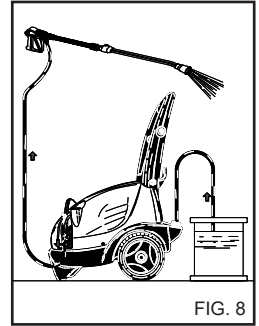

FIG. 8
Bed forhandleren om kataloget over de rengøringsmidler som kan anvendes afhængig af arten af det pågældende vaskearbejde og den overfladetype der skal behandles. Efter brug af rengøringsmiddel, skal rengøringsmiddelindtaget skylles ud med rent vand. (Fig. 8).
- 1) Efter brug sammen med rengøringsmidlet skal højtryksvandsystemet skylles omhyggeligt: Lad pumpen være aktiveret i 1 minut, mens doseringshanen er fuldstændigt lukket. (fig. 8).
- 4) Efter brug sammen med rengøringsmidlet skal højtryksvandsystemet skylles omhyggeligt: Lad pumpen være aktivert i 1 minut, mens doseringshanen er fuldstændigt lukket. (fig. 8).